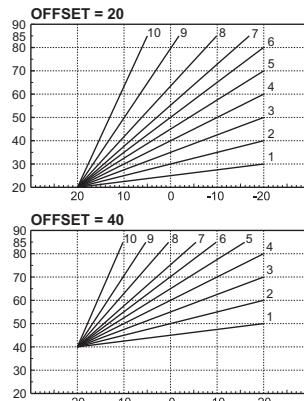

fig. 25- Ejemplo de desplazamiento paralelo de las curvas de compensación
**Offset:** Si se entra en este submenú, es posible realizar el desplazamiento paralelo de las curvas pulsando las teclas **+ y — ACS**. Véase la fig. 25 para las características.